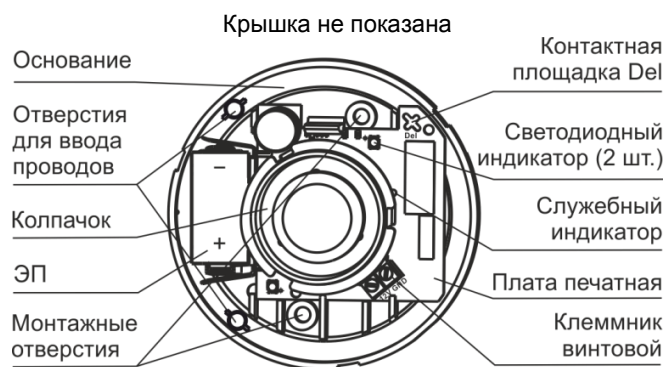

Рисунок 2
**4.1** Оповещатель состоит из основания, печатной платы с радиоэлементами и крышки (рисунок 2).